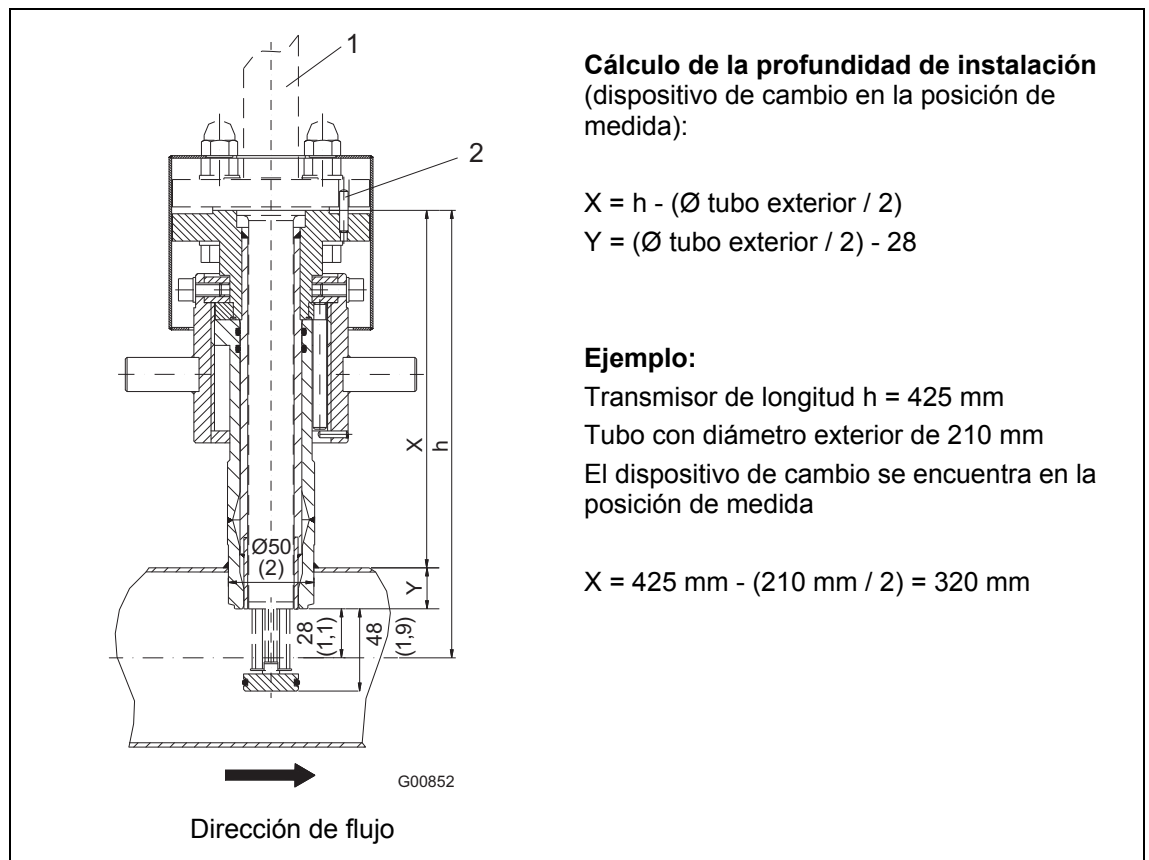

Fig. 12: Medidas en mm (inch). Dispositivo de cambio en la posición de medida
- El pasador de centrado del adaptador debe estar alineado con el eje de la tubería en la dirección de flujo (en la lado de salida, detrás del punto de medición), véase la Fig. 12.